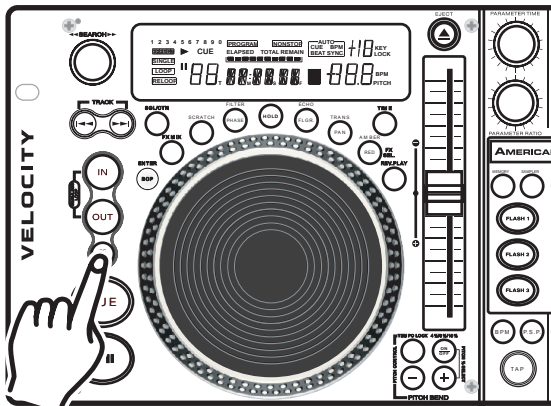

Figura 23
*Nota:* únicamente puede editarse el punto de finalización del rulo. El rulo puede acortarse o prolongarse. Antes de editar un rulo continuo primero se debe crear uno. Si todavía no lo hizo, siga las instrucciones del paso 10 para crearlo. Si ya existe un rulo continuo, presione el BOTÓN RELOOP (1) para activarlo (Figura 23), si es que aún no está activo. Para editar el punto de culminación de rulo: